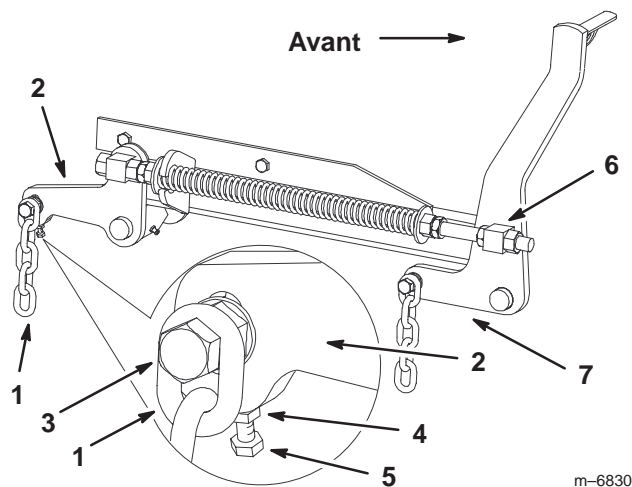

Figure 63
7. Si la distance mesurée au point **B** ou **C** n'est pas correcte, desserrez le boulon de fixation de la chaîne arrière au bras de support arrière (Fig. 63).